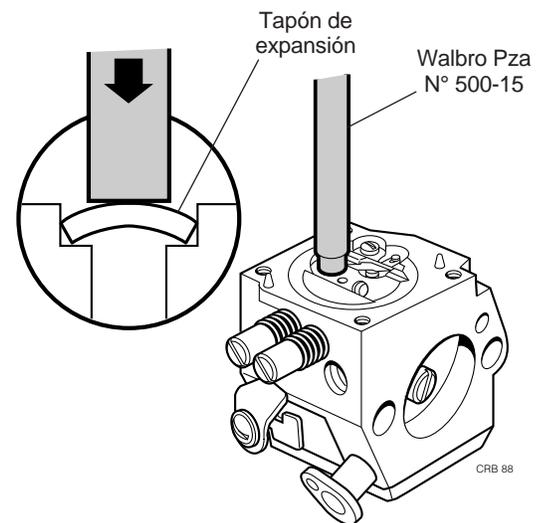

Figura 3.25 Instalación del Tapón de expansión
- Usando una punta Walbro Pza N° 500-15 y un pequeño martillo, instale un nuevo tapón de expansión Pza N° 88-28 como indicado en la figura 3.25